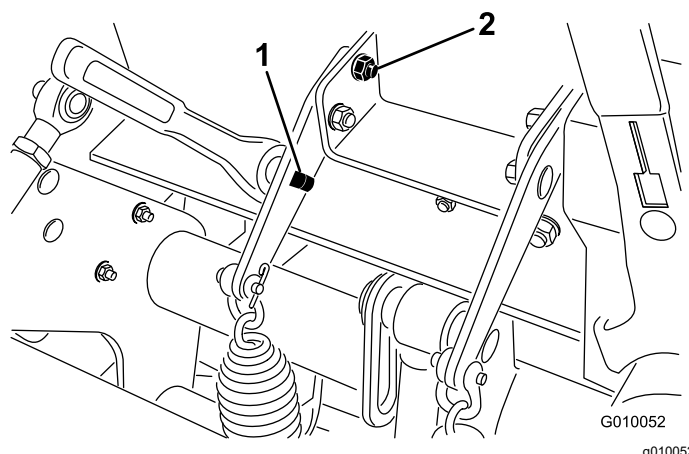

Рисунок 30
3. Вставьте на 1/2 дюйма ключ-трещотку или длинный торцевой ключ в квадратное отверстие планки пружины (Рисунок 30).